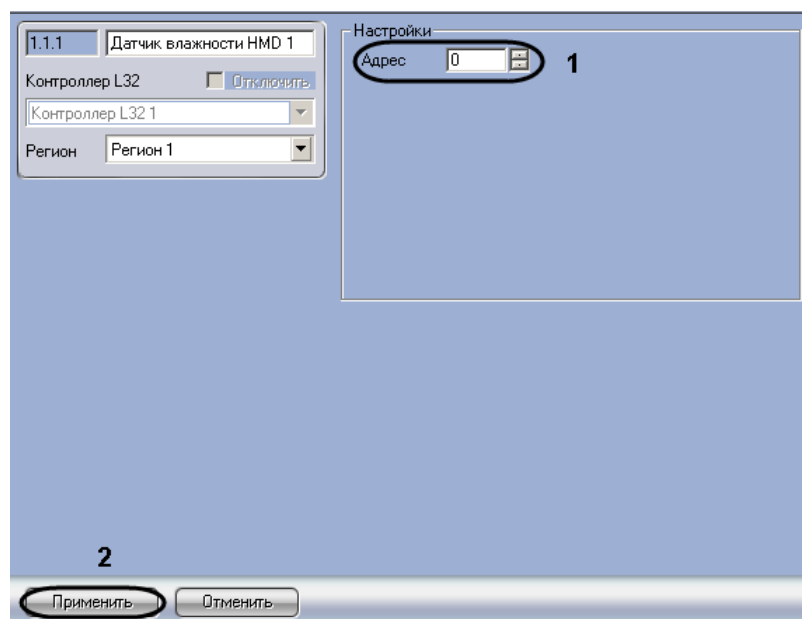

Рис. 3.3—5 Задание аппаратного адреса устройства
1. Перейти на панель настроек объекта, соответствующего исполнительному устройству (Рис. 3.3—5).
2. В поле **Адрес** ввести новый аппаратный адрес подключения исполнительного устройства (см. Рис. 3.3—5, 1).
3. Для сохранения настроек в ПК ACFA intellect нажать на кнопку **Применить** (см. Рис. 3.3—5, 2).